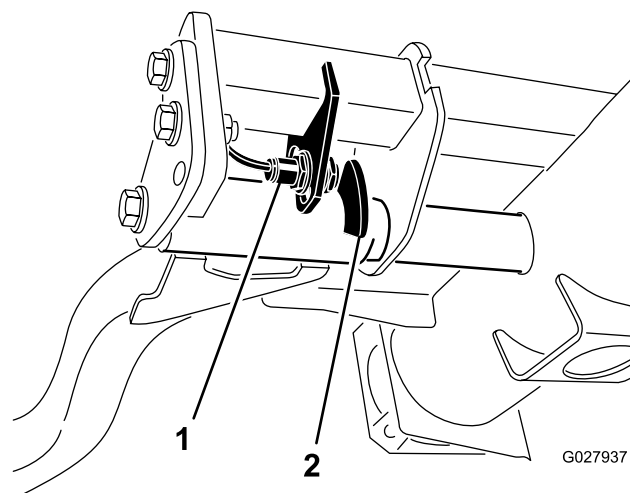

Figure 68
2. Le contacteur des bras de levage se trouve sous le réservoir hydraulique, derrière le bras de levage avant droit (Figure 68).
3. Desserrez les vis de fixation du contacteur et descendez le contacteur pour augmenter la hauteur du changement de direction des bras de levage ou montez-le pour réduire la hauteur du changement de direction (Figure 68).